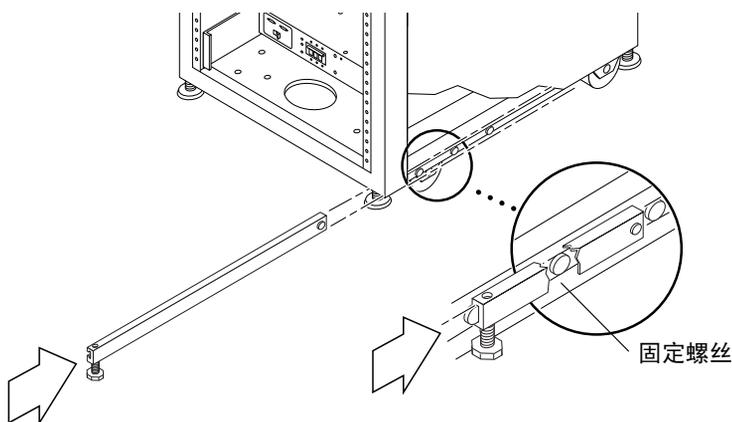

图 2-3 安装右稳定支脚
2. 将右稳定支脚滑过系统机柜底部的三颗固定螺丝（图 2-3），然后将它完全伸出。